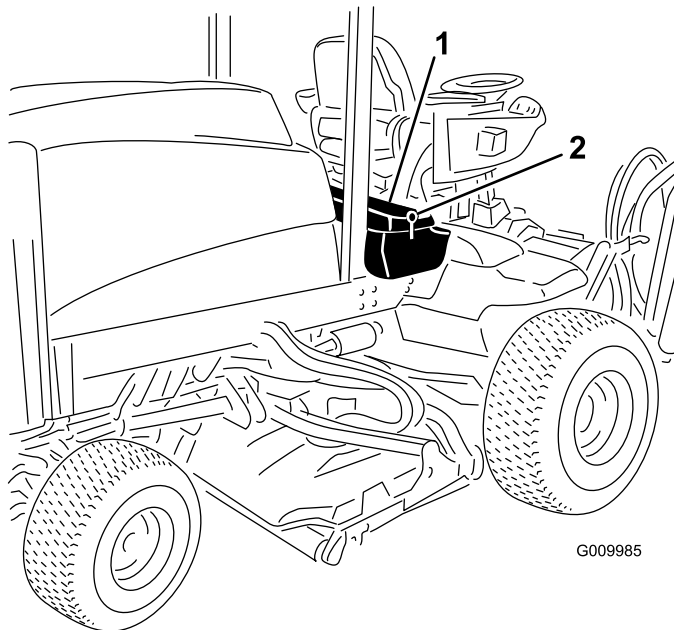
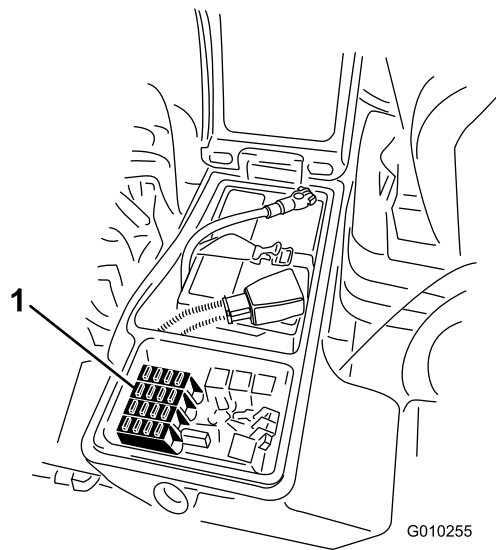

Figure 78
Figure 79
- Ouvrez le verrou du couvercle du bac de rangement droit et soulevez le couvercle (Figure 78) pour exposer le porte-fusibles (Figure 79).
- Remplacez le(s) fusible(s) dans les emplacements libres selon les besoins (Figure 79).
- Refermez le couvercle du bac de rangement droit et fixez-le avec le verrou (Figure 78).